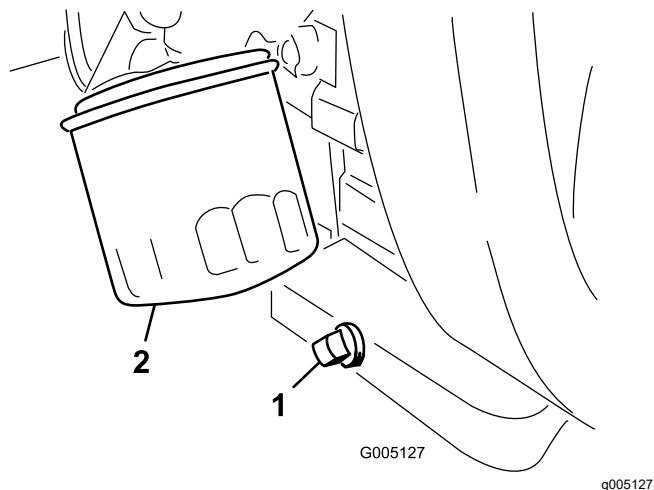

图 41
1. 拆下排油塞图 41 让油流入放油盘。
2. 清洁排油塞的螺纹施用聚四氟乙烯密封材料然后安装排油塞图 41。
3. 拆下机油滤清器图 41。